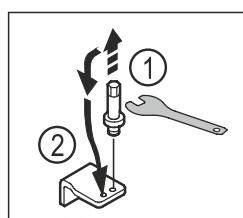

Fig. 17
- ▶ Выкрутите болт на нижнем опорном кронштейне при помощи ключа с наружным шестигранником SW5. *Fig. 17 (1)*
- ▶ Установите болт на противоположной стороне. *Fig. 17 (2)*